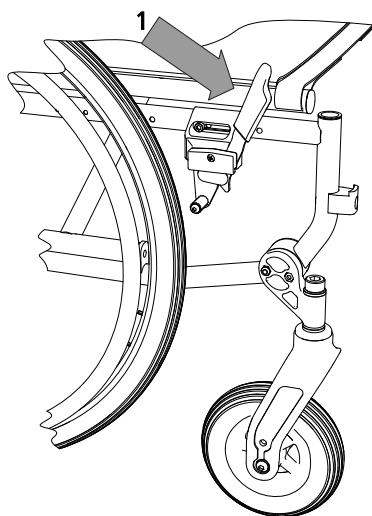

bild 24
1. Börja med att trycka bromsspaken framåt (pil 1 i bild 24) så att hjulet blockeras.